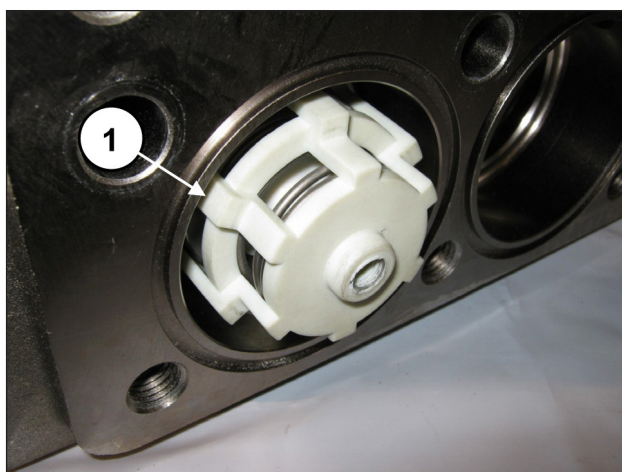

Fig. 156
Il gruppo valvola completo deve essere inserito completamente a fondo e presentarsi come in pos. ①, Fig. 156.